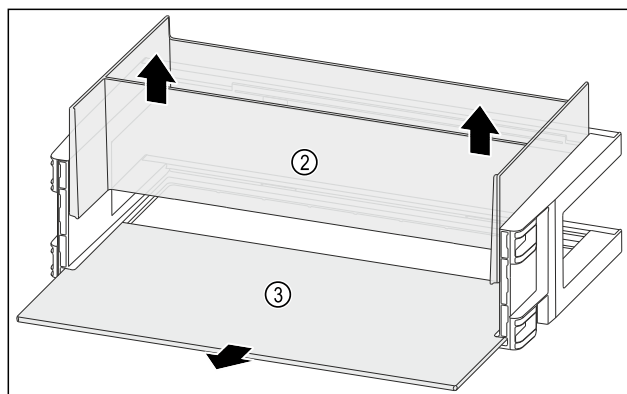

Fig. 93
- Fjern planleggeren Fig. 93 (2) ovenfra.
- Fjern oppstillingsplassen Fig. 93 (3).